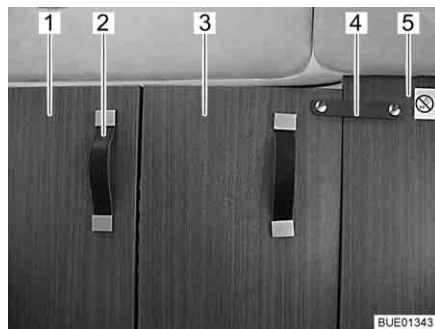

Fig. 58 Separazione cabina di guida, chiusa
- Tirare completamente verso l'interno la separazione cabina di guida (Fig. 58,1) dall'impugnatura (Fig. 58,2).
- Fissare la parte ribaltabile della separazione cabina di guida (Fig. 58,3) con la reggetta di sicurezza (Fig. 58,4) sulla parete intermedia fissa (Fig. 58,5) dietro il sedile del passeggero.